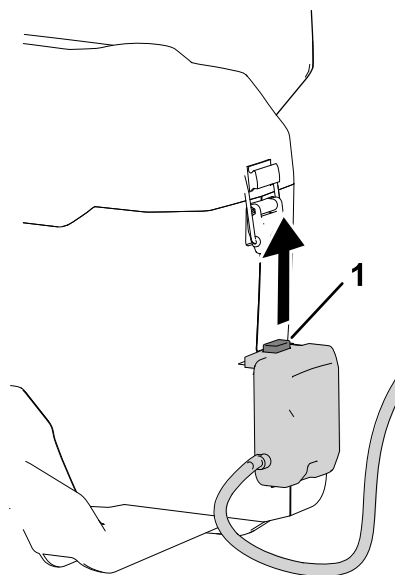

図 7
2. バックパックコネクタについているラッチボタンを押し、コネクタをバックパックから外す 図 7。